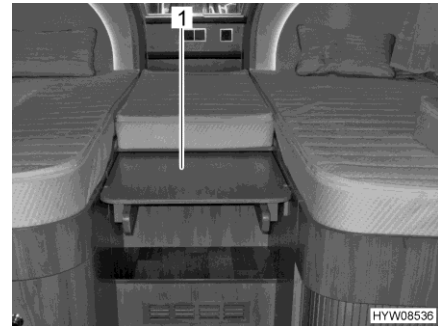

Fig. 85 Estrazione dell'ampliamento
- Afferrare ed estrarre l'ampliamento (Fig. 85,1). Insieme all'ampliamento viene estratta anche la scaletta.